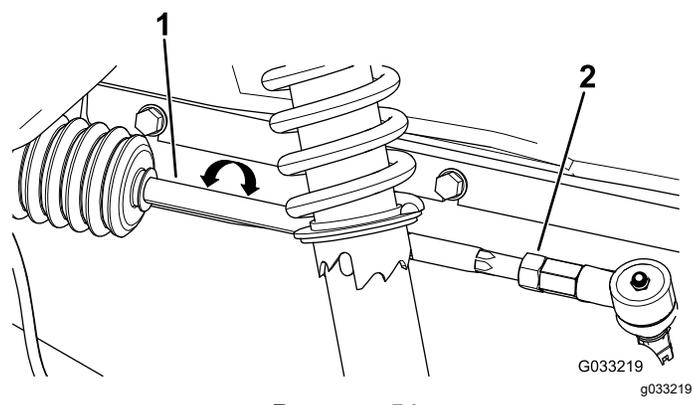

Рисунок 54
2. Если измеренное значение выходит за пределы 0–6 мм, ослабьте контргайки с обоих концов тяг (Рисунок 54).